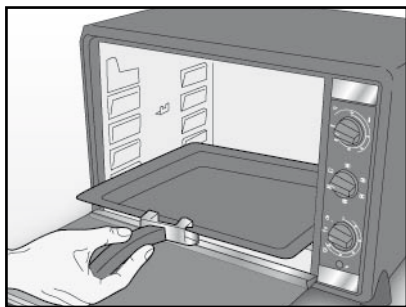

Fig. 2
- Il forno si ferma automaticamente o quando è terminato il tempo di cottura impostato oppure quando la manopola (L) viene riportata in posizione "0". In entrambi i casi, la spia (M) si spegne.
- Staccare la spina dalla presa di corrente, aprire lo sportello e, per evitare di bruciarsi, togliere la griglia (C) o la leccarda (D) utilizzando degli appositi guanti da cucina, nel primo caso, o l'apposita forchetta (A) in dotazione nel secondo (Fig. 2).